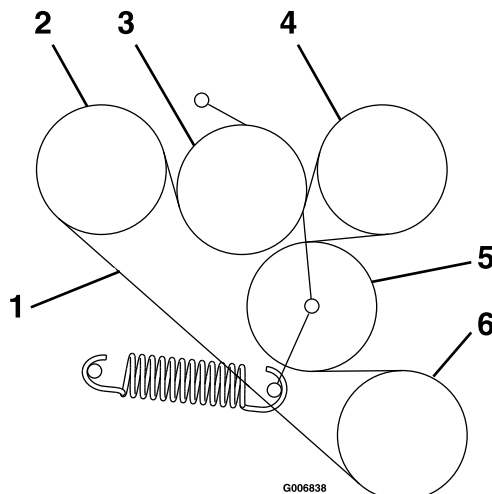

Figure 50
6. Acheminez la courroie neuve sur les poulies comme montré sur l'autocollant situé au dos de la protection d'entraînement gauche (Figure 50).